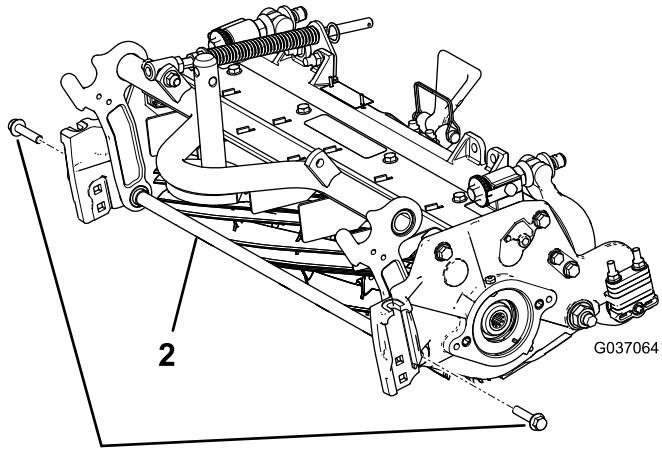

図4
- A. サポートロッドを固定しているフランジヘッドボルト2本を外してサポートロッドを外す図4。